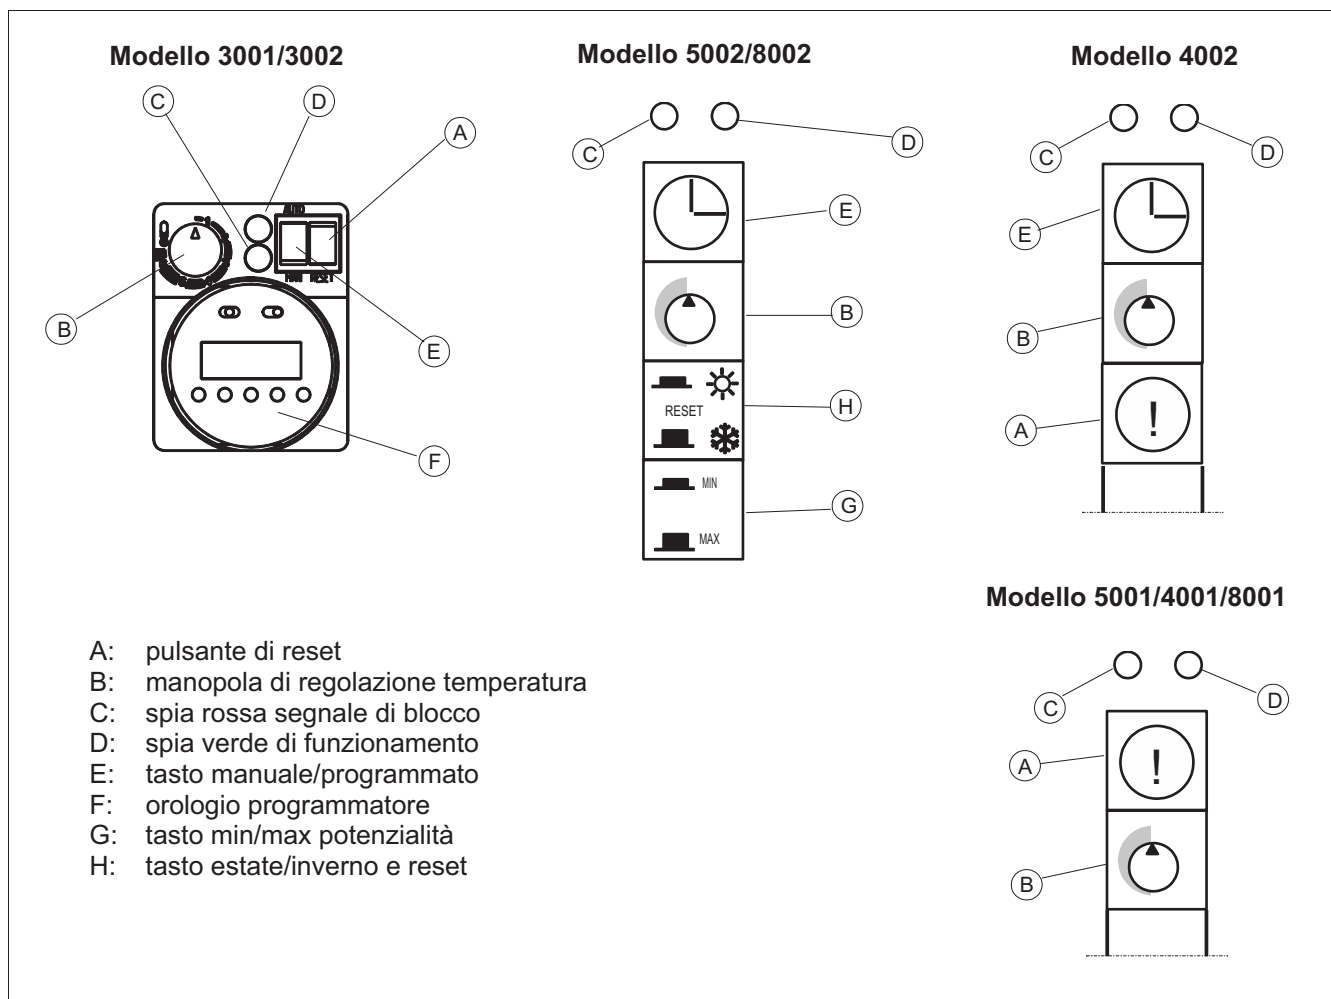

Figura 31 – PANNELLO DI CONTROLLO
1. Portare il tasto estate/inverno (vedi Figura 31) sulla posizione inverno (tasto rilasciato).
1. Premere il tasto max/min (vedi Figura 31). In questo modo l'apparecchio si porterà alla potenzialità ridotta.
2. Premere il tasto max/min (vedi Figura 31). In questo modo l'apparecchio si porterà alla pressione di minima potenzialità.
3. Per i modelli 3002, 4002, 5002 e 8002 programmare l'orologio secondo le proprie esigenze (vedi sezione "Orologio programmatore"). Posizionare il tasto E (vedi Figura 31) manuale/programmato sulla funzione voluta (tasto rilasciato o posizione MAN se si desidera che l'apparecchio sia comandato solo dal termostato ambiente oppure tasto premuto o posizione AUTO se si desidera che sia comandato anche dall'orologio programmatore).
4. Ruotare la manopola B per la regolazione della temperatura sulla posizione massima richiesta di temperatura (vedi Figura 31).
7. In caso contrario la centralina di controllo manda in blocco l'apparecchio e il soffiatore si ferma, funzione evidenziata dall'accensione permanente della spia rossa C. Il riarmo dovrà essere effettuato manualmente attraverso il pulsante di reset (A) per i modelli 3001, 3002, 4001, 4002, 5001 e 8001 mentre per i modelli 5002 e 8002 il pulsante (H).
Il funzionamento del solo ventilatore è possibile premendo il tasto estate/inverno H (vedi Figura 31). Così facendo si avrà una piacevole movimentazione d'aria ambiente.